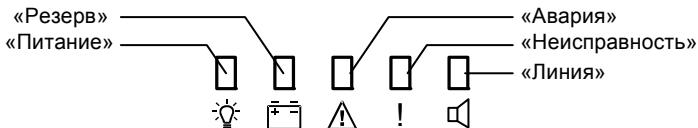

Рисунок 1
1.4.6 Индикация режимов работы прибора осуществляется посредством пяти индикаторов (см. Рис. 1) и встроенного звукового сигнализатора.
Для перевода прибора в режим «Определение состояния АС» необходимо на датчике вскрытия корпуса набрать специальную кодовую комбинацию (одно длинное-три коротких нажатия-одно длинное). Прибор переходит в режим «Определение состояния АС» и индикатор «Линия» (см. Рисунок 1) начинает часто мигать, после чего производится контроль и сохранение сопротивления нагрузки линии оповещения. Если при контроле сопротивление нагрузки < 3 Ом или > 21 Ом, выход будет находиться в состоянии «К3» или «Обрыв» соответственно.